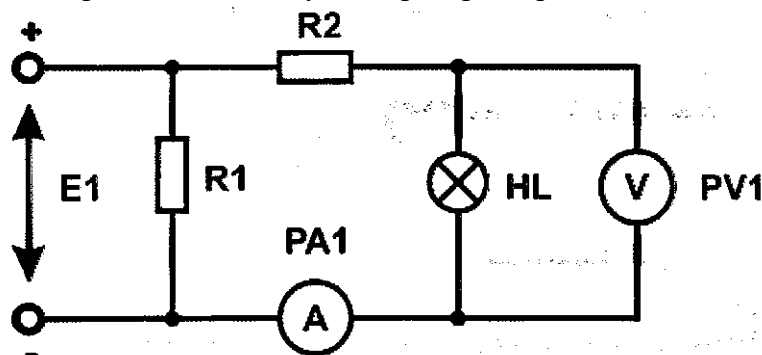

Рис.8.1. Схема электрическая принципиальная
3.2. Собрать схему на рис.8.1. В качестве примера можно использовать схему соединений из лабораторной работы №1, показанной на рис.8.1.